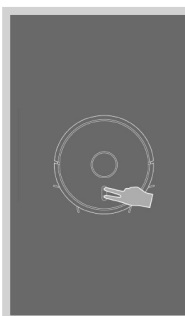

Abb. 6
- Überzeugen Sie sich vor dem Anschlussbeginn, dass sich das Gerät in Standby-Modus befindet. Drücken Sie beide Tasten (Abb. 6) gleichzeitig mindestens 3 Sekunden lang, bis der Roboter zu blinken beginnt und die Anzeige „WiFi lost, please follow the App instruction for reconnection“ ertönt. Überprüfen Sie, ob das Telefon an gleiches WiFi Netz angeschlossen ist, an welches sie den Roboter anschließen möchten.